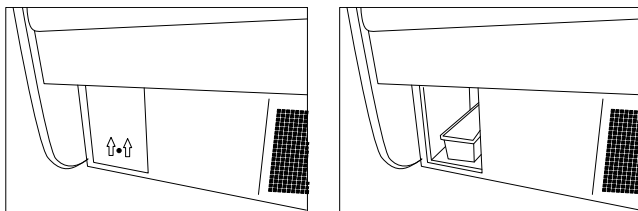

Рис.9 Контейнер для конденсата
3. (Касается оборудования с внутренним агрегатом) Подложить контейнер для конденсата под шлангом спуска воды на основании агрегата (не касается оборудования с автоматическим испарением конденсата) Рис.9 (стр.40)
Если оборудование не оснащено автоматическим испарением конденсата следует удалять конденсат из контейнера по мере его наполнения Рис.9 (стр.40). Количество (частота) удаления конденсата зависит от условий эксплуатации оборудования (в частности от влажности воздуха, количества и температуры вкладываемых продуктов).